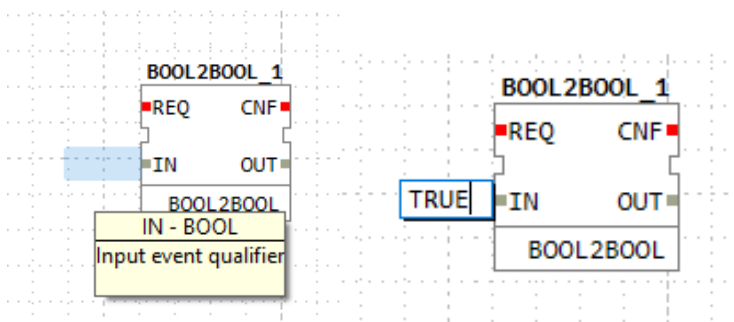

Рисунок 43 – Ввод значения по умолчанию
- через графическое поле слева графического изображения параметра в контуре (см. Рисунок 43)